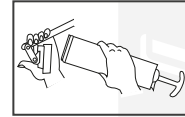

рис. 4
- демонтировать крышку головки шприца (рис.4);